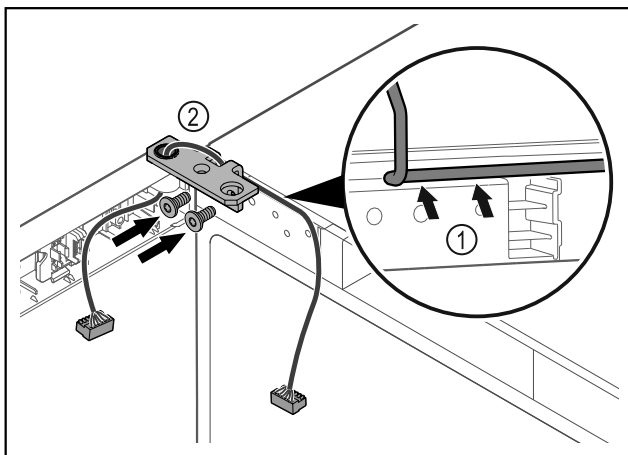

Fig. 41
- Introdurre il cavo nel foro della cerniera angolare e posarlo con cautela Fig. 41 (1).
- Avvitare la cerniera angolare Fig. 41 (2).